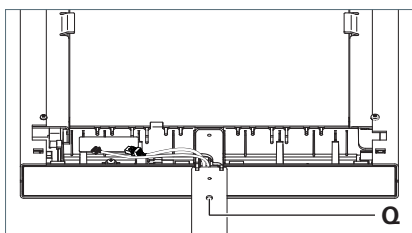

Fig. 8: Neigung einstellen.
- Heben Sie den Leuchtenkopf an bis er waagrecht ausgerichtet ist, und drehen Sie die Justierschraube **Q** gegen den Uhrzeigersinn handfest gegen das Tragrohr, siehe Fig. 8.